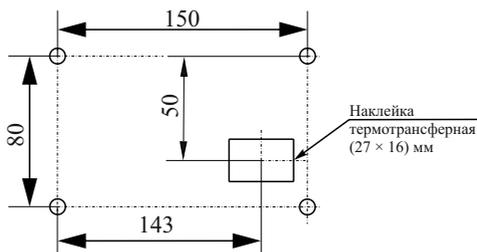

Рисунок 14
5.7 В соответствии с проектом произвести разметку места установки ПУОЗ (рисунок 14), просверлить три отверстия и вставить дюбели под шуруп диаметром 4 мм.
5.8 На месте монтажа ПУОЗ напротив датчика отрыва от стены (рисунок 1) разместить термотрансферную наклейку (рисунок 14).